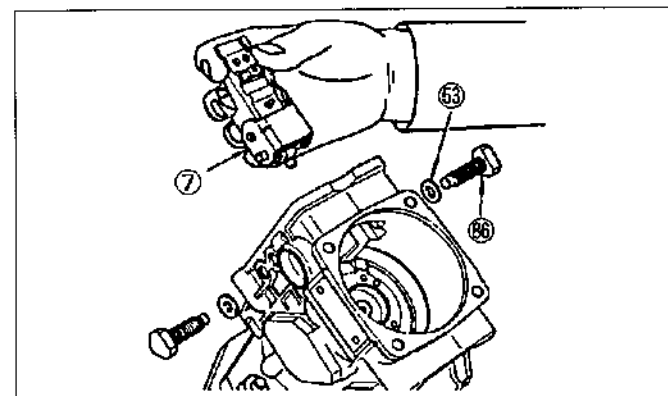

Figura.12-16 Extracción de la palanca del regulador
Con la llave de caja de soporte del regulador (STT), extraiga los pernos del enlace del regulador ⑥⑥ y las arandelas ⑤③ y eleve el conjunto de la palanca del regulador para sacarlo de la bomba. (Vea la figura.12-16)